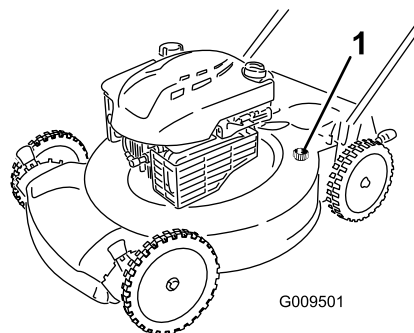

Figure 39
5. Branchez un tuyau d'arrosage, relié à une arrivée d'eau, au raccord de lavage (Figure 39).